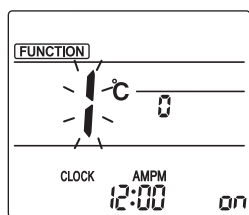

Fig. 3-1
- ① Gå til modus for manuell innstilling av spjeld. Trykk på [MENU]-knappen. (Start denne oppgaven når skjermen på fjernkontrollen viser at status er slått av.) "FUNCTION" (funksjon) lyser og "1" blinker. (Fig. 3-1) Trykk på [↑]-knappen for å velge "2" og trykk deretter på [SET]-knappen.